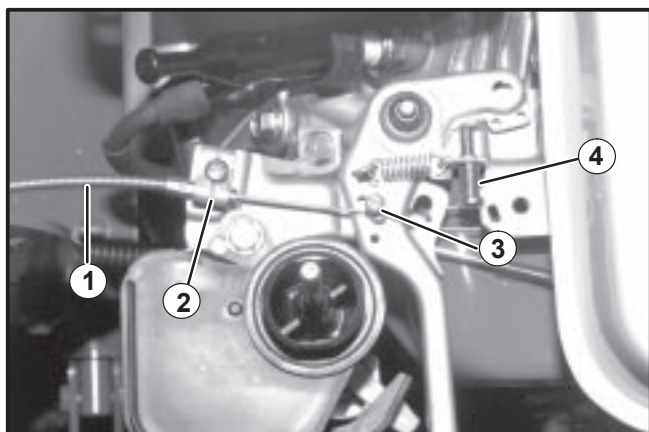

ABBILDUNG 14
17. Bei Honda-Motoren das Gaskabel durch den Gaskabelhalter verlegen, wie auf Abbildung 14 dargestellt. Der Kabelendansatz sollte wie dargestellt am Ende des Gaskabelhalters befestigt sein. Den Gaskabelhalter fest-, jedoch nicht überziehen.